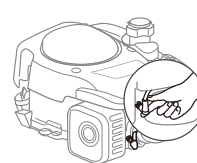

Fig.6A
1. L'appareil est équipé d'un capuchon en caoutchouc sur l'extrémité de la bougie d'allumage, ce qui permet de s'assurer que la boucle métallique de l'extrémité du câble de la bougie d'allumage (à l'intérieur de la gaine en caoutchouc) est fixée solidement sur l'embout métallique de la bougie d'allumage. Vérifiez que le capuchon est bien fixé à la bougie d'allumage. (Fig.6A)